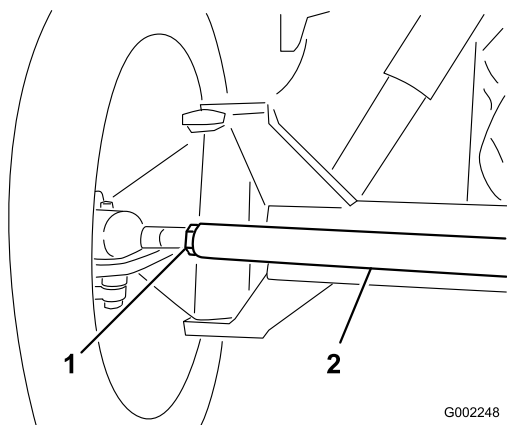

Figure 70
3. Si les mesures sont hors spécifications, desserrez les écrous de blocage aux deux extrémités de la biellette (Figure 70).